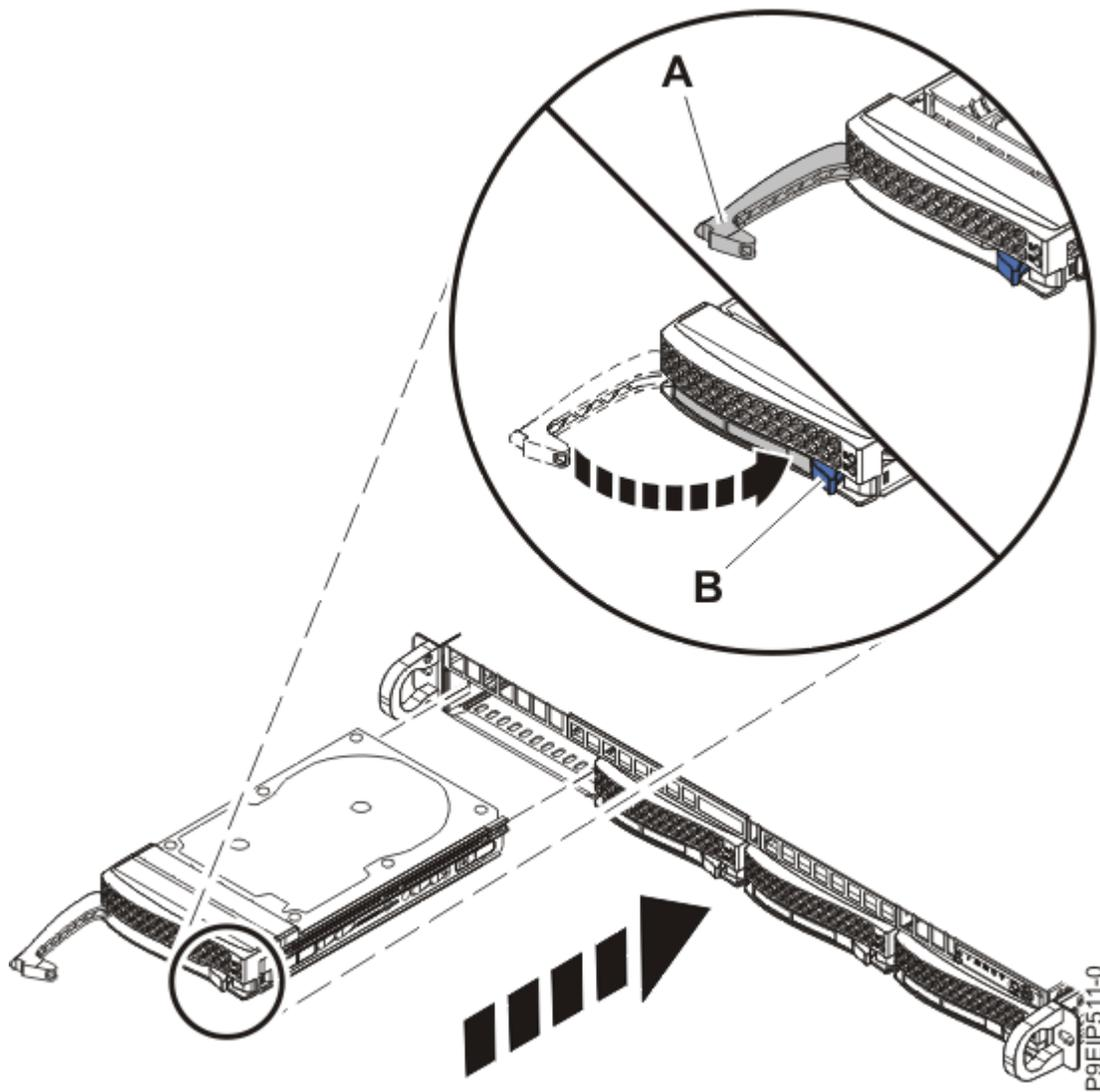

Figura 4. Detalle de bloqueo de la unidad de disco
4. Bloquee el asa de la bahía de unidad **(A)** presionando el pestillo de liberación del asa hasta que encaje en **(B)** como se muestra en la Figura 4 en la página 7.